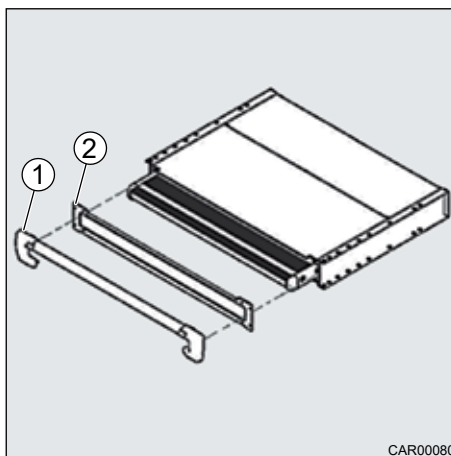

Fig. 182 Déverrouillage de secours
1. Enlever les protections en plastique (Fig. 182, pos. 1) et dévisser la plaque frontale (Fig. 182, pos. 2).